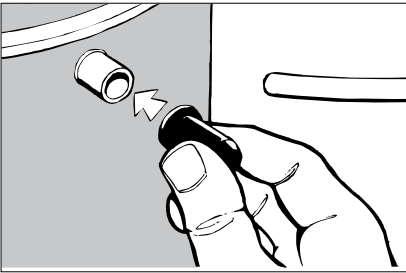

Figura 20
3. Después del enfriamiento, cierre los tubos del compresor y del sistema con tapones de caucho (neopreno), nunca aplaste los tubos de conexión del compresor. Se recomienda que el compresor y el sistema no permanezcan más de 10 a 15 minutos expuestos al ambiente. Ver *figura 20*: